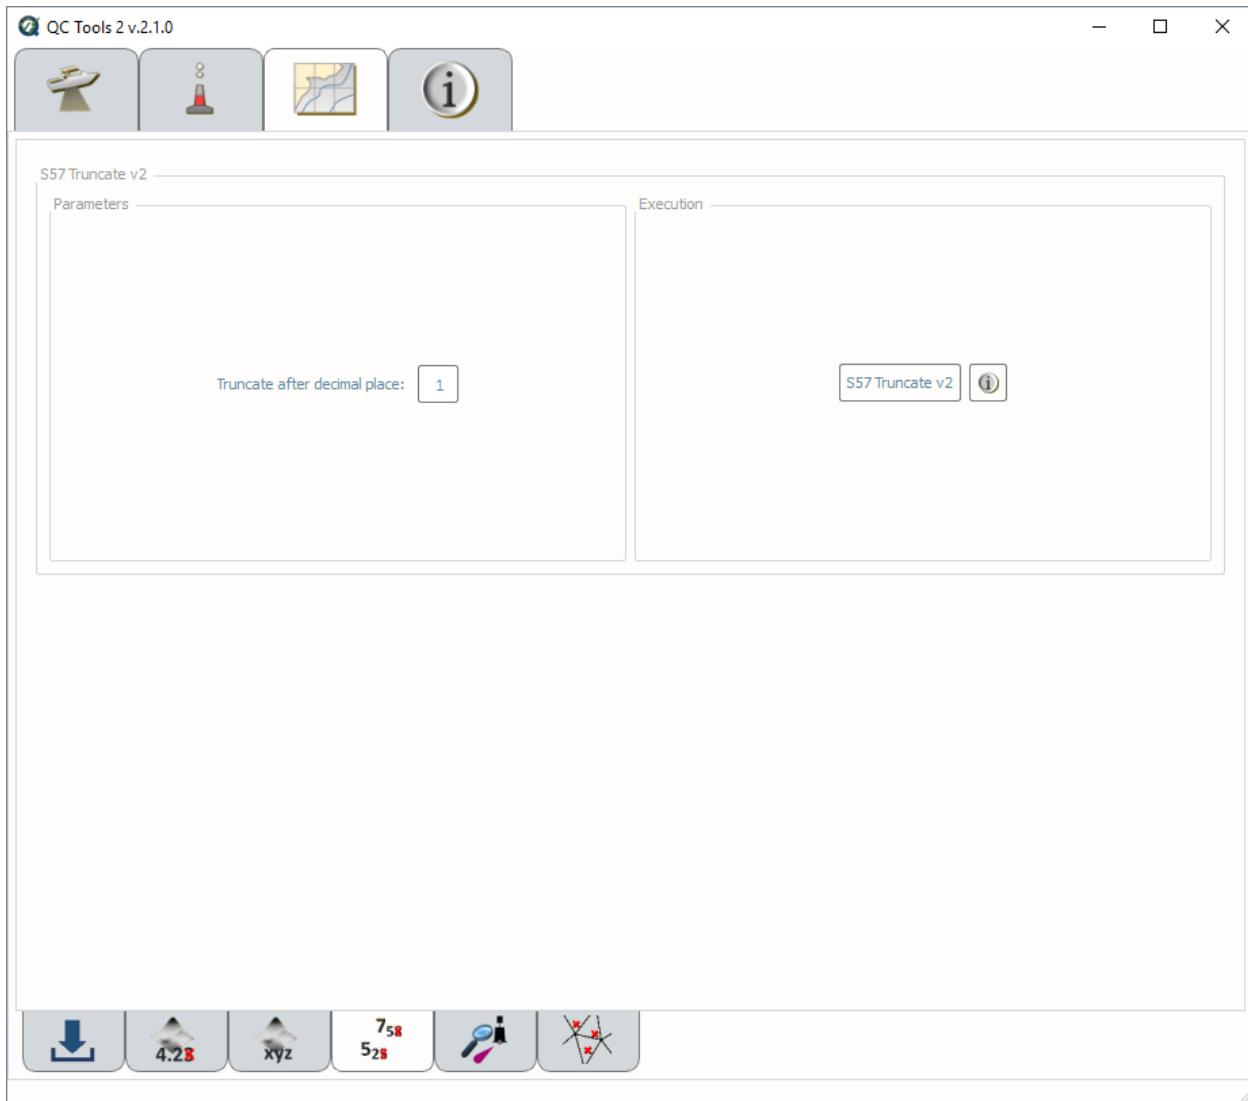

Fig. 2.74: S57 Truncate.
- In **Execution** (Fig. 2.74), click **S57 Truncate v2**.